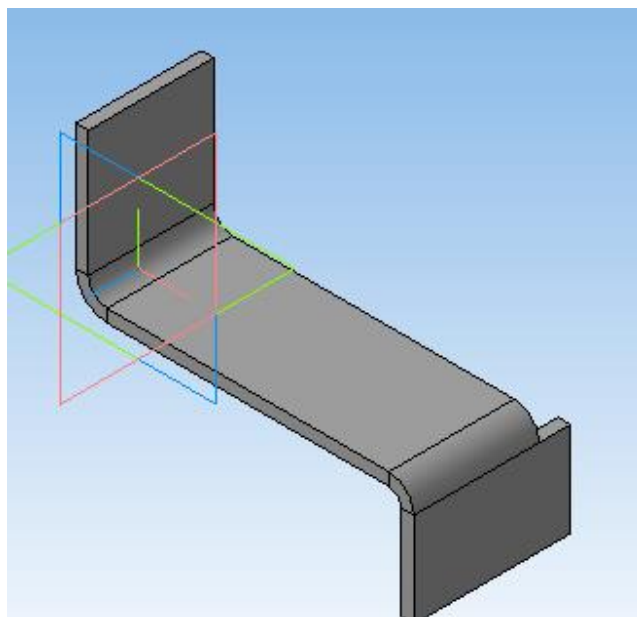

Рисунок 34.
3. Нажать «Создать объект» , системой будет построено листовое тело (рисунок 34).